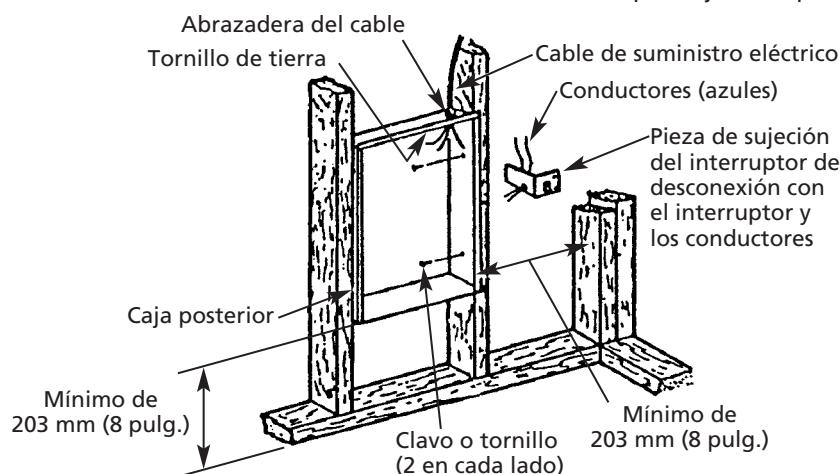

Figura 2 – Montaje de la Caja Posterior en una Construcción Nueva
1. Montaje de la caja posterior (consulte la Figura 2).
- Fije en posición la caja posterior con los tornillos o clavos para madera, como se muestra en la Figura 2.
2. Cableado de suministro eléctrico (consulte la Figura 2).